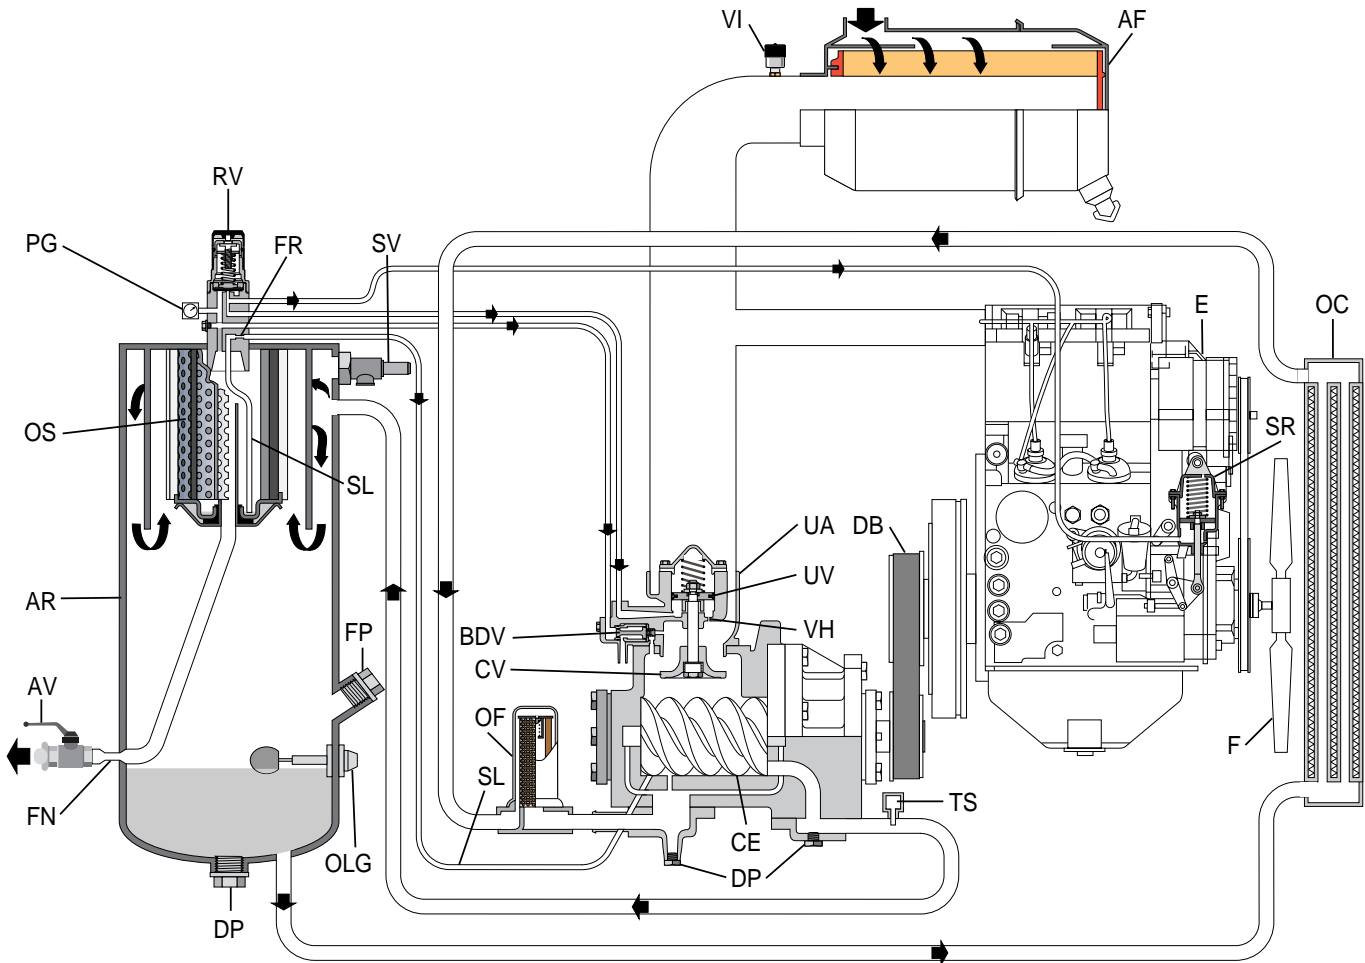

Fig. 2.3
2.5 FLUJO DE AIRE (VER FIG. 2.3)
2.6 SISTEMA DE ACEITE (VER FIG. 2.3)
2.7 SISTEMA DE REGULACIÓN CONTINUA (VER FIG. 2.3)